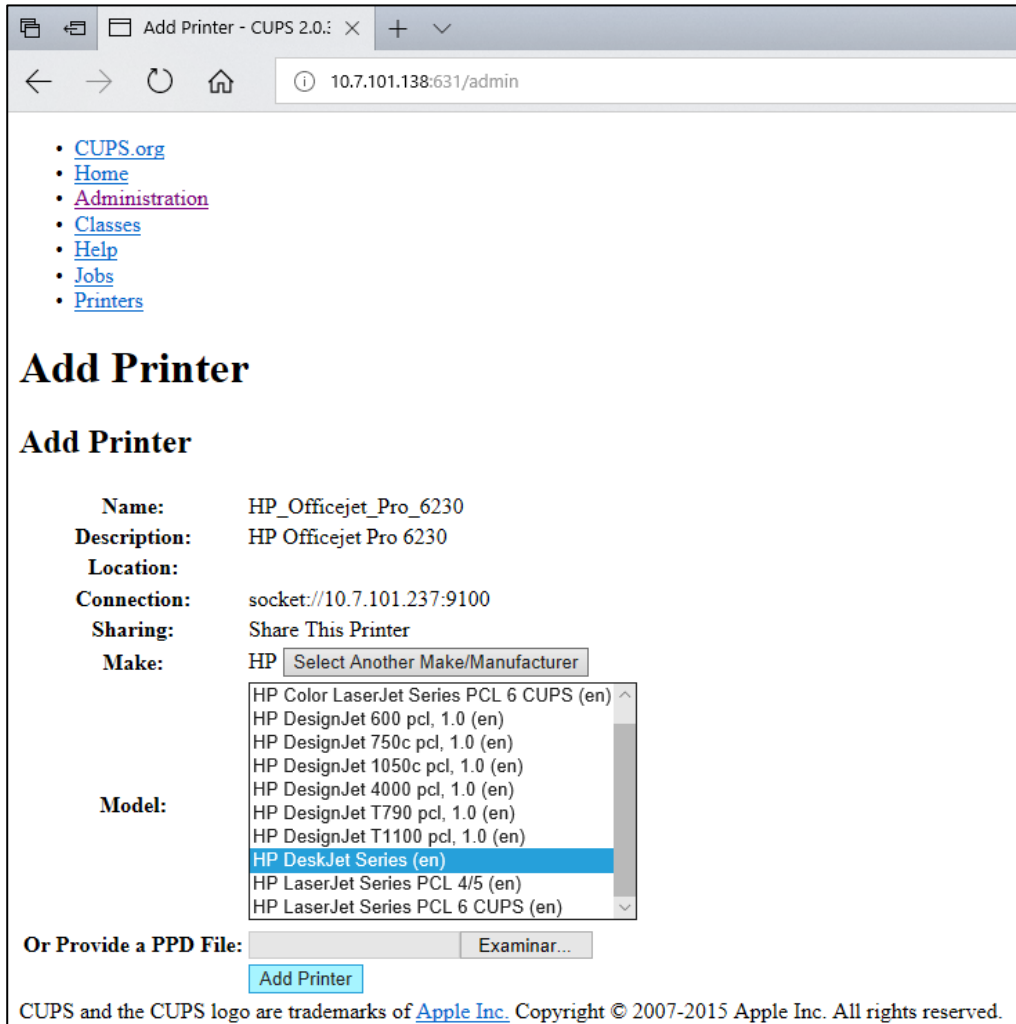

Abbildung 102: Auswahl des Druckertreibers.
**Hinweis:** Wenn der Treiber Ihres Druckers nicht aufgeführt ist, verwenden Sie den unspezifischsten Treiber für die Marke Ihres Druckers. Wenn keiner der aufgeführten Treiber funktioniert, laden Sie den erforderlichen CUPS-Treiber als PPD-Datei aus dem Internet herunter und wählen Sie sie im Feld Or Provide a PPD File (Oder stellen Sie eine PPD-Datei zur Verfügung) aus, bevor Sie auf Add Printer (Drucker hinzufügen) (Abbildung 102) drücken.